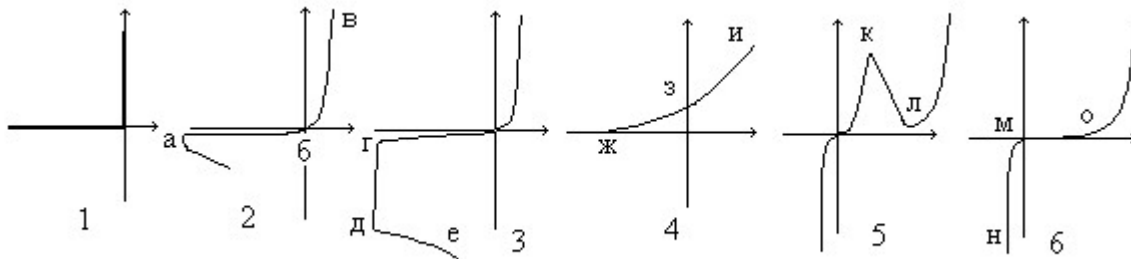

Рис. 3.2.
1.1.26. Показать ВАХ идеального выпрямительного диода (рис.3.2):